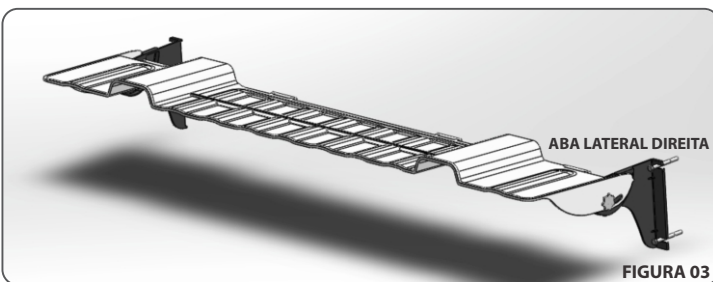

FIGURA 03
- > Repita a operação na **Aba Lateral Esquerda - Figura 03**.